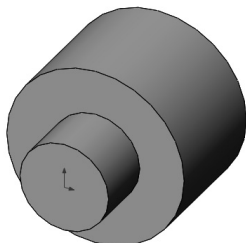

图 3-16 原点出现基准面上
- [3] 选择上表面作为基准面打开草图, 原点出现在基准面上, 如图 3-16 所示。